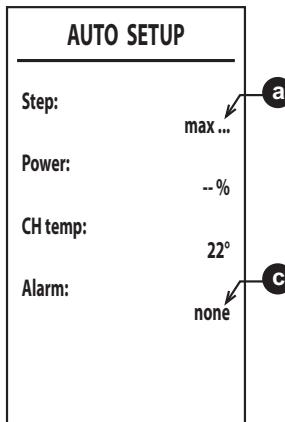

fig. 38
7. După aprindere, arzătorul se poziționează pe diferențele puteri (max, med, min) indicate de punctul **a** (fig. 38).
9. Dacă secvența de aprindere descrisă la punctul „6” nu s-a finalizat cu succes, apare mesajul **max\_err** la punctul **a** și un cod de eroare la punctul **c** (fig. 38).